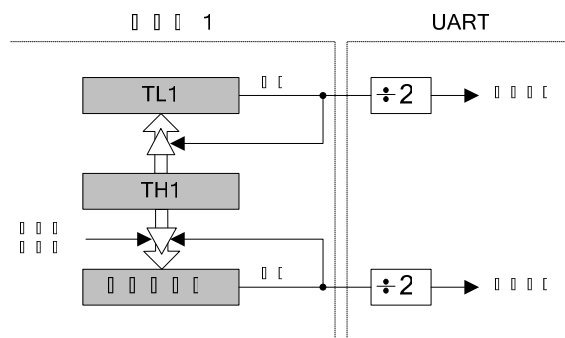

图 18.2 UART0 波特率逻辑
UART0 波特率由定时器 1 工作在 8 位自动重载方式产生。发送 (TX) 时钟由 TL1 产生；接收 (RX) 时钟由 TL1 的拷贝寄存器 (图 18.2 中的 RX 定时器) 产生，该寄存器不能被用户访问。TX 和 RX 定时器的溢出信号经过二分频后用于产生 TX 和 RX 波特率。当定时器 1 被允许时，RX 定时器运行并使用与定时器 1 相同的重载值 (TH1)。在检测到 RX 引脚上的起始条件时 RX 定时器被强制重载，这允许在检测到起始位时立即开始接收过程，而与 TX 定时器的状态无关。